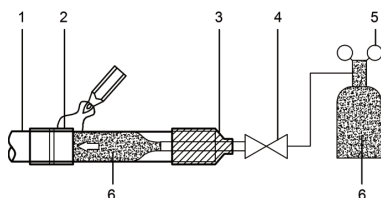

Рис. 6.4
- Когда во время пайки трубопровод заполнен азотом, давление азота необходимо снизить до 0,02 МПа с помощью клапана для снижения давления См. рисунок 6.4.